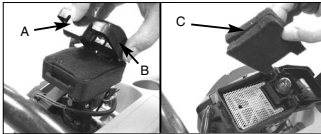

Fig. 6
1. Tryck på knappen (A) och håll upp locket, ta av locket (B) och luftfiltret (C) ur luftfilterkåpan (bild 6)